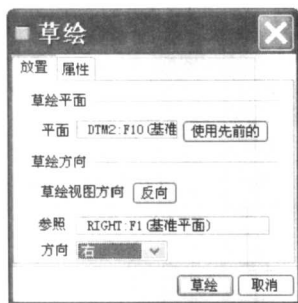

图 1-19 【草绘】对话框
(2) 在工具栏中单击  按钮, 或者依次选择【插入】|【拉伸】命令, 弹出拉伸属性面板, 在面板中单击【放置】按钮, 弹出上滑面板, 再单击【定义】按钮, 打开【草绘】对话框。
(3) 选取刚创建的 DTM2 平面为草绘平面, 选取 RIGHT 平面作为参考平面, 参考方向为【右】, 如图 1-19 所示。接着单击【草绘】按钮进入草绘模式。